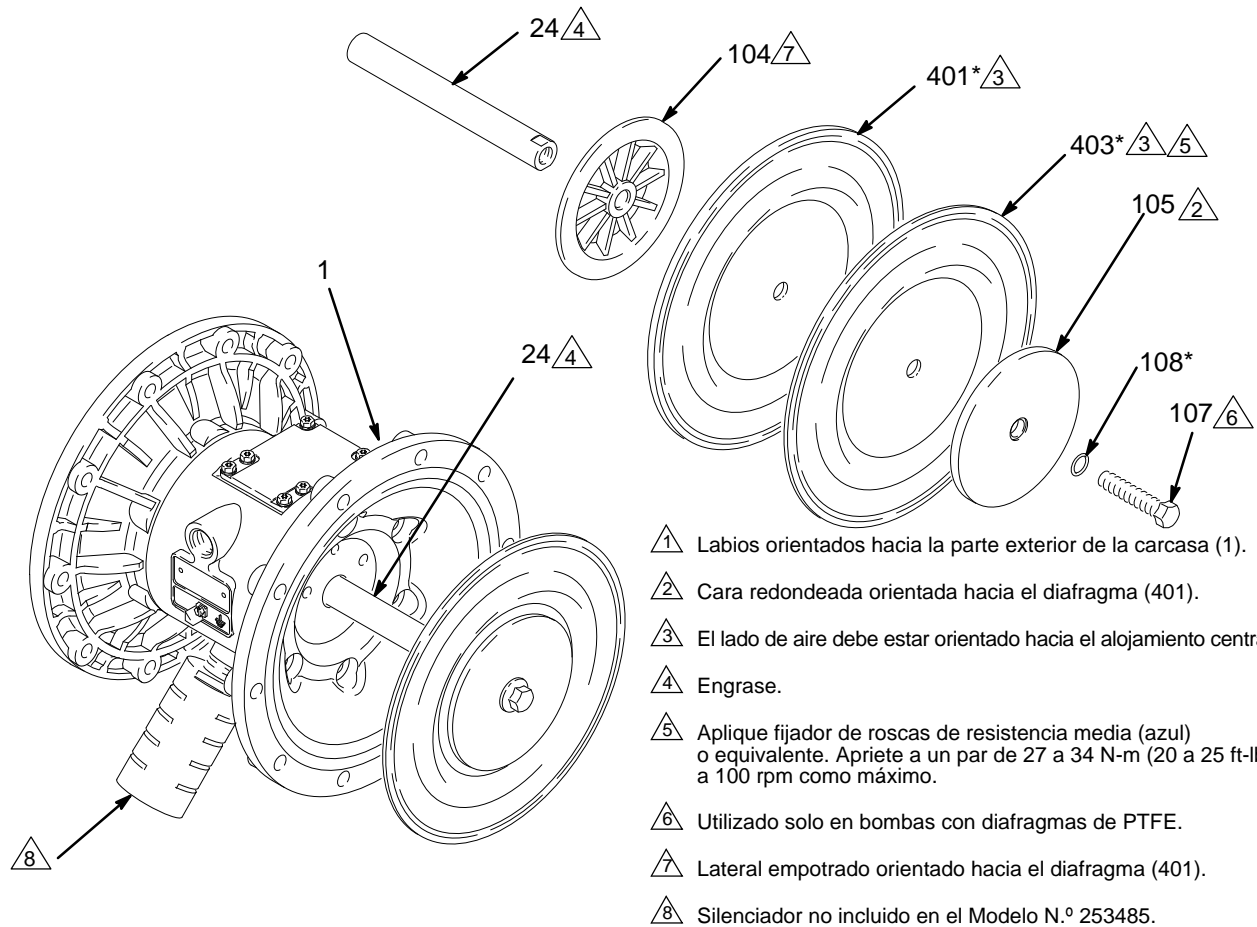

FIG. 12
4. Afloje sin extraer los pernos del eje del diafragma (107) con una llave de tubo de 15 mm (1 pulg. en modelos de acero inoxidable). *NOTA: Este paso no se aplica para bombas con diafragmas prefabricados.*
5. Afloje un perno del eje del diafragma (24) y extraiga la junta tórica (108), la placa del lado del fluido del diafragma (105), el diafragma de PTFE (403, *utilizado solo en modelos de PTFE*), el diafragma (401) y la placa del lado del aire del diafragma (104). Consulte FIG. 12.
1. Instale las empaquetaduras de copa en U del eje (402*) de forma que los labios queden orientados hacia **fuera** de la carcasa (1). Lubrique las empaquetaduras. Consulte FIG. 12.
2. Instale el conjunto del diafragma en un extremo del eje (24) de la siguiente manera. *Para bombas con diafragmas prefabricados, vaya directamente al paso g.*
alojamiento. Inspeccione las empaquetaduras. Consulte FIG. 12.